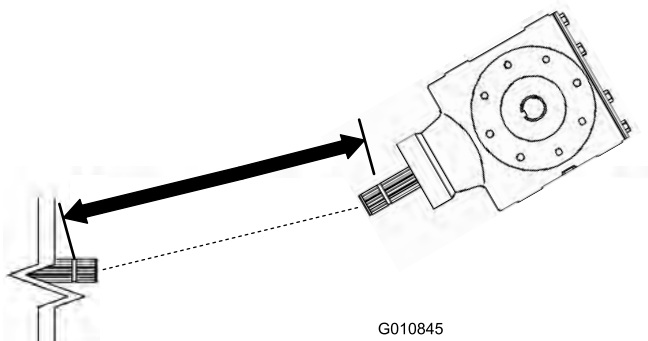
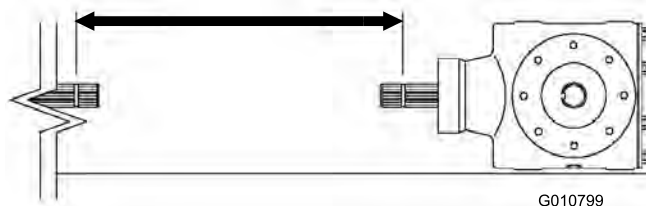
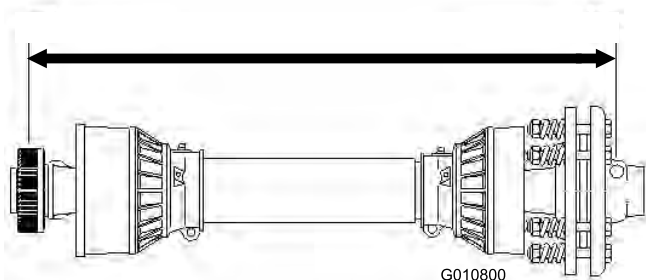

図 10
図 12
図 13
3. トラクタの PTO シャフト後部のリリーフからエアレータのギアボックスの PTO シャフトまでの距離を測定する（図 10）。この距離を記録する。例：67 cm
5. トラクタの PTO シャフト後部のリリーフからエアレータのギアボックスの PTO シャフトまでの距離を測定する（図 12）。この距離を記録する。例：70 cm
6. PTO シャフトの一方の端部にあるロック・ピンのボールの中心から、反対側の端部にあるロック・ピンのボタンの中心までの距離を測定する（図 13）。この距離を記録する。例：81 cm
7. 図 12 と 図 10 とのうち、小さい方の数値を、図 13 の距離から差し引く。例：81 cm - 67 cm = 14 cm